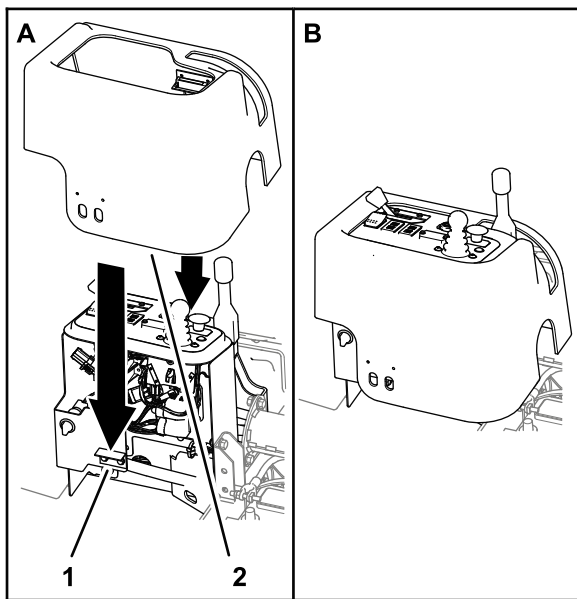

Figura 24
1. Allineate la protezione della consolle sulla consolle (Figura 24).
2. Allineate la fessura della protezione con la manopola del freno di stazionamento (Figura 24).
3. Abbassate la protezione sulla consolle sino ad allineare il fermo magnetico della protezione con la staffa a battuta sul supporto della consolle (Figura 24).